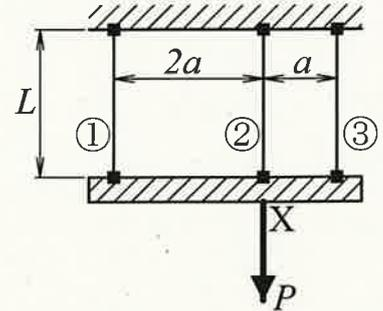

図1
[1] 図1に示すように、長さ  $L$ 、断面積  $A$ 、ヤング率  $E$  の3本のワイヤー①②③を剛体天井からつるし、その下端に剛体板を取り付け、ワイヤー②直下の点  $X$  に力  $P$  を作用させる。ここで、ワイヤー①とワイヤー②の間隔を  $2a$ 、ワイヤー②とワイヤー③の間隔を  $a$  とする。ワイヤー①に生じる応力を  $\sigma_1$ 、ワイヤー②に生じる応力を  $\sigma_2$ 、ワイヤー③に生じる応力を  $\sigma_3$  とするとき、以下の問いに答えよ。(計30点)